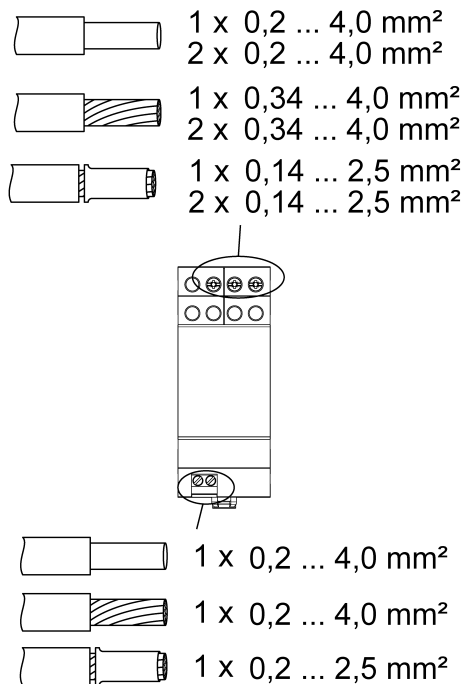

Bild 3: Anslutningsbar ledararea
- Beakta klämbara ledareor på klämmorna (Bild 3).